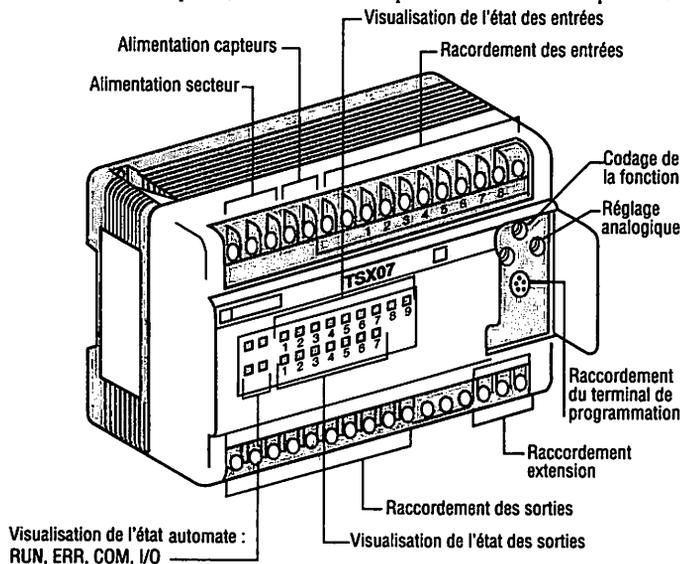

Fig. 14 : Structure générale d'un automate programmable.
5.1. Constitution d'un API (fig. 14)